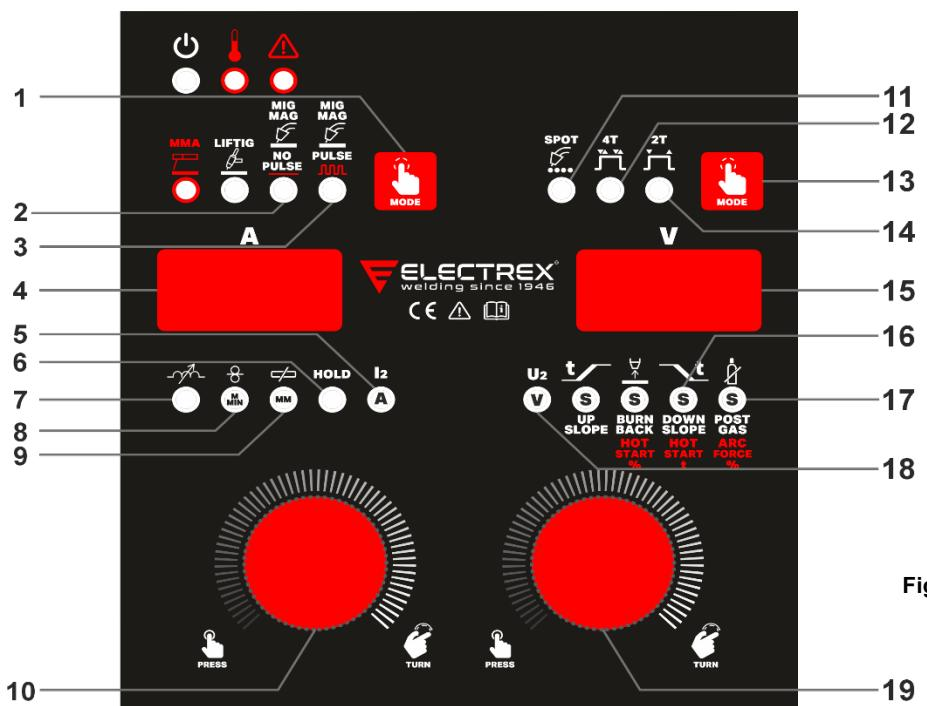

Fig. 5.
- Selecione o modo de soldadura MIG/MAG não pulsada (2 - Fig. 5) ou pulsada (3 - Fig. 5). Com o modo MIG/MAG pulsado, a corrente alternará entre uma corrente alta e uma baixa, permitindo baixa aportação de calor, ausência de projeções e facilidade de uso.
8.1.1. Parâmetros em soldadura MIG/MAG SINÉRGICA (ver Fig.5)
Modo 2 tempos (14 – Fig. 5) – Quando selecionado indica que a máquina está em modo 2 tempos. Para efetuar soldaduras em contínuo o gatilho da pistola dever estar continuamente pressionado.
Modo 4 tempos (12 – Fig. 5) – Quando selecionado, indica que a máquina está em modo 4 tempos. Para comodidade do operador em cordões longos basta pressionar e, de seguida, libertar o gatilho da pistola; a máquina mantém-se em funcionamento automático até que se volte a pressionar o gatilho da pistola.
Modo soldadura temporizada a pontos MIG/MAG (11 - Fig. 5) - Quando selecionado indica que a máquina está no modo de soldadura a pontos MIG/MAG. Para selecionar esta função, pressione a tecla 13 - Fig.5 até o led 11 acender. Regule o tempo do ponto pressionando o botão direito (19 - Fig.5) até que o display esquerdo (4 - Fig. 5) mostre o SPt e gire-o para o tempo desejado. Inicie a soldadura por pontos pressionando o gatilho da tocha e continue pressionando até o final do programa de soldadura MIG regulado (consulte as páginas seguintes).
Pulse o botão direito (19 - Fig. 5) até que o display direito (15 - Fig. 5) mostre o programa de soldadura desejado (o display esquerdo - 4 - Fig. 5 mostrará o último programa selecionado) e selecione o seu programa de soldadura com o botão direito (19 - Fig. 5) até que o display direito (15 - Fig. 5) mostre o respetivo número. Nota: no modo de soldadura pulsada, os Programa 1 (Pr1), 3 (Pr3) e 5 (Pr5) não estão disponíveis.